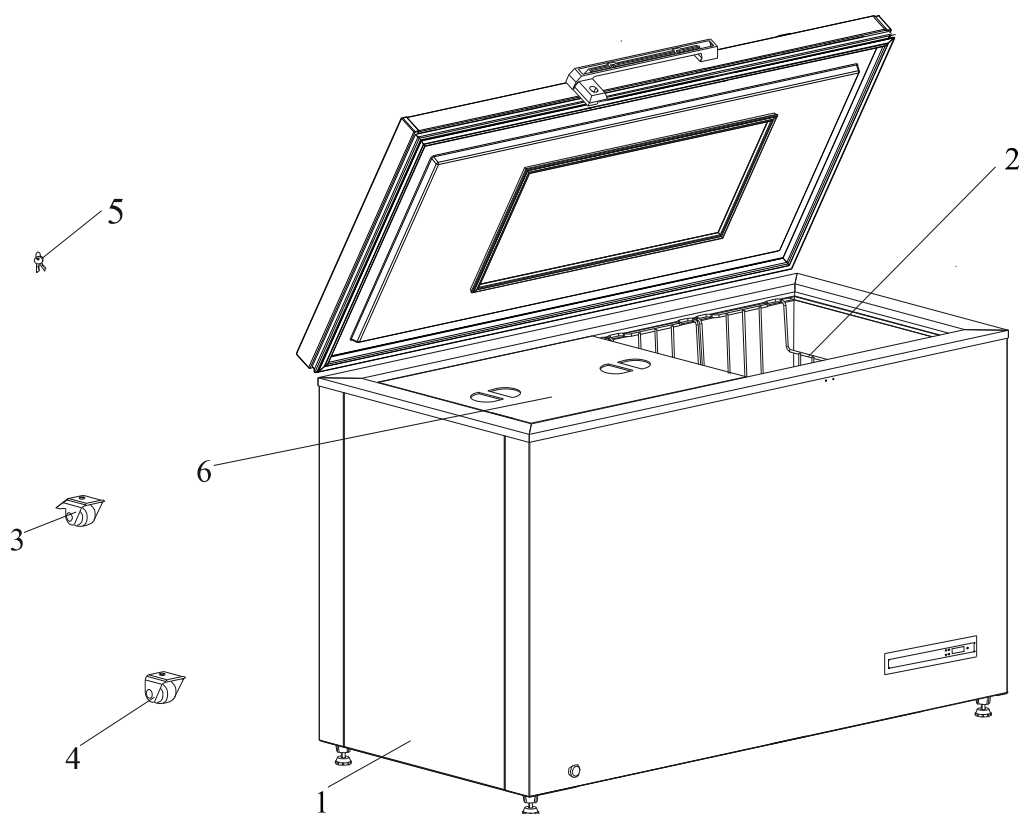

Рис. 1 Общий вид
5.8 Для сохранения температурного режима внутри морозильника при пользовании под дверью находятся две крышки из вспененного полистирола (рис.1). После укладки или извлечения препаратов из морозильника для модели ММ-180/20/35-"ПОЗИС" установите крышки таким образом, чтобы скос был со стороны боковых стенок морозильника.